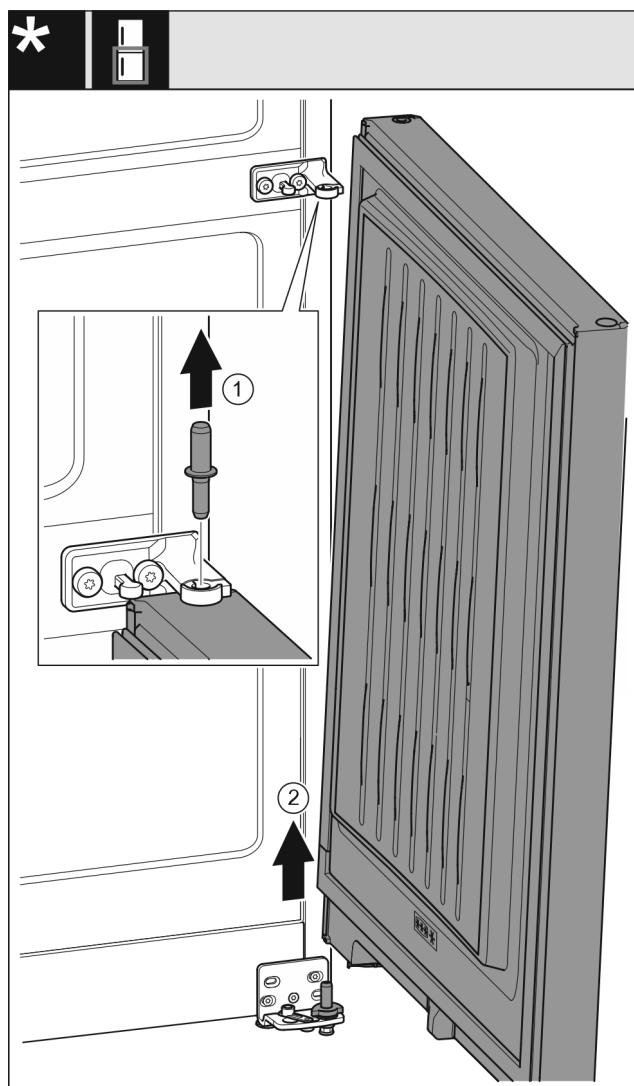

Fig. 7
- ▶ Sornike izvlecite v smeri navzgor. Fig. 7 (1)
- ▶ Vrata obrnite navzven, jih povlecite navzgor in postavite na stran. Fig. 7 (2)